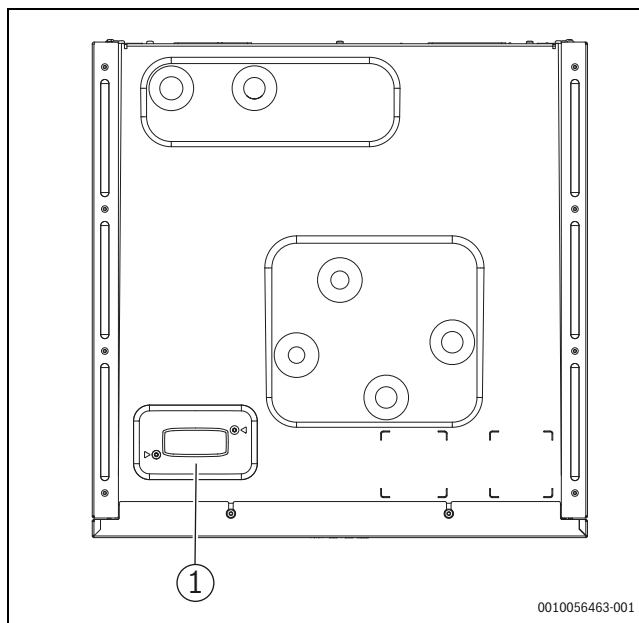

Bild 13 Connect-Key-Platzierung
- Modul in den Halter einsetzen (→ [1], Abbildung 13). Wenn das Modul richtig eingesetzt wurde, blinkt eine LED. Inbetriebnahme des Moduls durchführen.